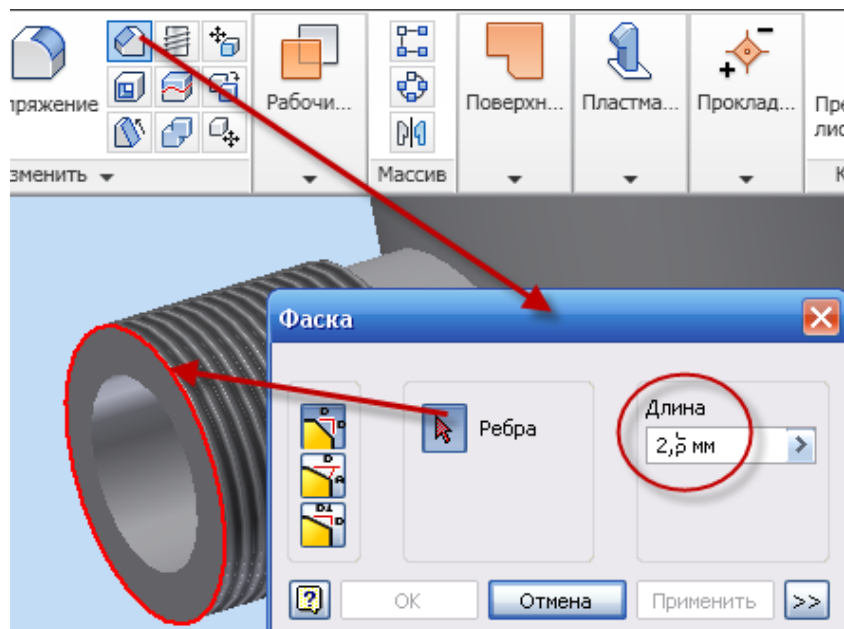

Рис. 3.39. Диалоговое окно **Фаска**
- Выберите ребро патрубка, щелкнув по нему левой клавишей мыши (рис. 3.39).